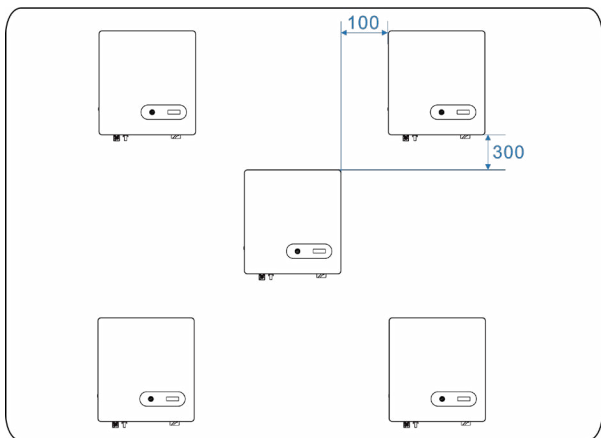
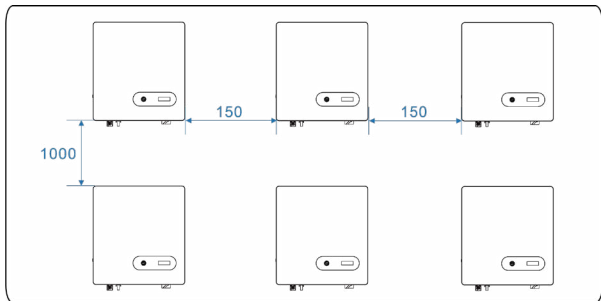

Figura 4.6 Instalarea invertoarelor in metoda triunghiului
Figura 4.7 Instalarea Invertoarelor in modul cladit
c. La instalarea invertoarelor multiple, instalati-le pe aceeasi linie, daca exista suficient spatiu la dispozitie. In caz contrar, instalati-le sub forma unui triunghi echilatera ca in figura 4.6 sau unul sub celalalt cu arata figura 4.7